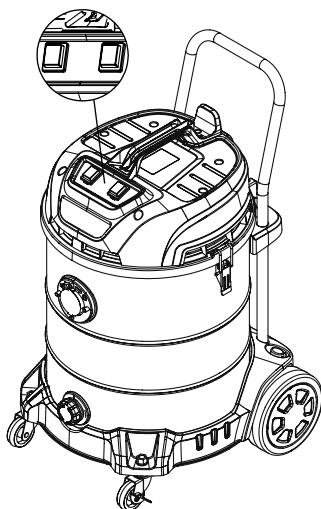

Fig. 17 – Botón de encendido/apagado
2. Los Aspiradores APV 2460 y APV 2480 cuentan con dos motores con dos botones de encendido/apagado separados, por lo que el operador puede utilizar un solo motor o cuando se necesita mayor fuerza de succión, puede utilizar ambos motores (Fig. 17).